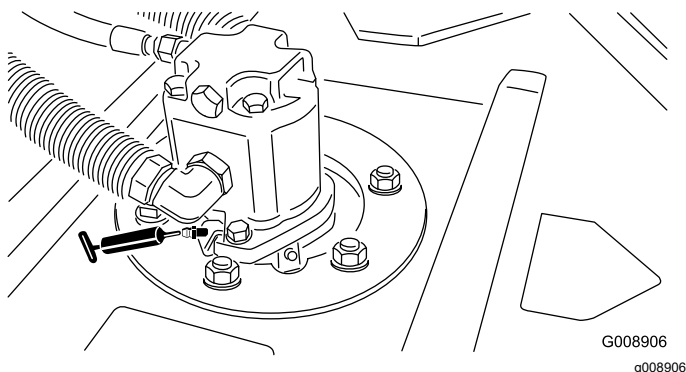

図 44
- カuttingユニットのスピンドルシャフトのベアリングユニットあたり2ヶ所 図 44